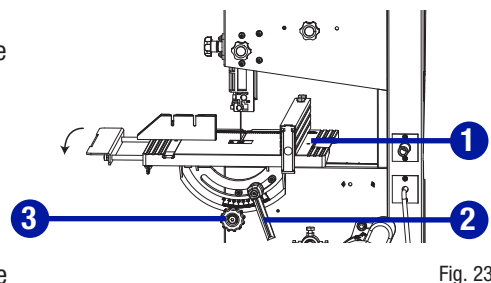

Fig. 23
**OPÉRATIONS DE COUPE****COUPE EN BISEAU (Fig. 23 et 24)**
- Débloquez la table de travail (1) en desserrant la manette de blocage de l'inclinaison de la table (2).
- Inclinez la table de travail jusqu'à la position souhaitée en tournant la molette de réglage de l'inclinaison (3).
- Réglez le guide-lame supérieur (4) à l'aide de la molette du guide-lame supérieur (5) afin que ce dernier se trouve à 1/4 po (6,35 mm) de la pièce (6).